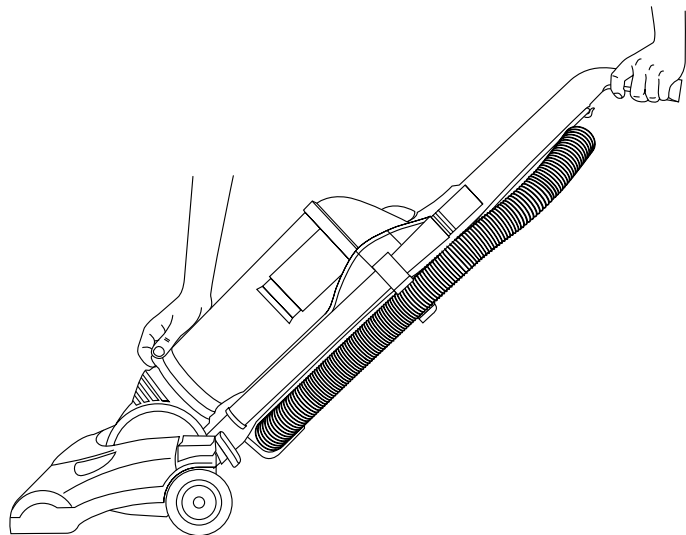

FIG. 15
Step 6: Use Stair Handle. For use when cleaning stairs or upholstery, hold the cleaner by the regular handle with one hand and by the stair handle with the other hand (FIG. 15).
Étape 6 : Utilisation de la poignée. Pour le nettoyage d'escaliers. Pour nettoyer les marches d'escalier ou les meubles rembourrés, tenez l'aspirateur par le manche d'une main et par la poignée de l'autre main (FIG. 15).
Paso 6: Uso de la manija para escaleras. Para limpiar escaleras o muebles, sostenga la aspiradora por la manija normal con una mano y por la manija para escaleras con la otra (FIG. 15).